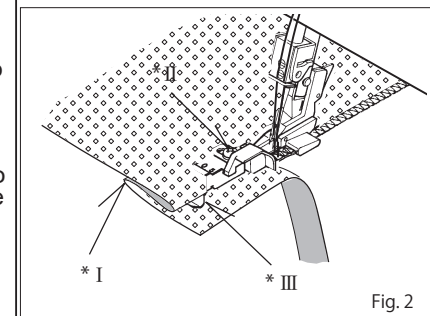

Fig. 2
3. Una volta impostato correttamente, cucire l'orlo. Il bordo esterno verrà tagliato dalla macchina - vedere Fig. 2. Una volta terminato, aprire e premere nuovamente. I punti dovrebbero essere pressoché invisibili sul lato "destra" del tessuto - vedere Fig. 3.